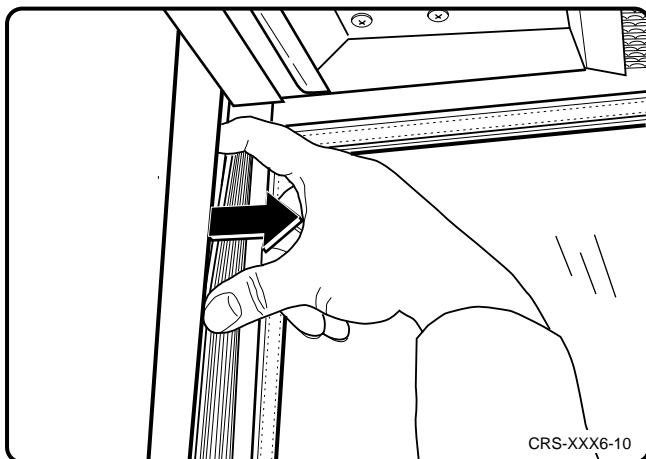

Fig. 3
- Desmontar en la columna, en la que debe cambiarse la lámpara, el recubrimiento en la parte superior que señala hacia el compartimiento de mercancía (véase la fig. 3).
- Na coluna em que a lâmpada fluorescente deve ser substituída, desengate a cobertura, em cima, do lado virado para o compartimento de produtos (ver fig. 3).
- Van de stijl waarvan de lamp moet worden vervangen de afdekking bovenaan, aan de naar de productenruimte gerichte zijde, losklikken (zie afb. 3).